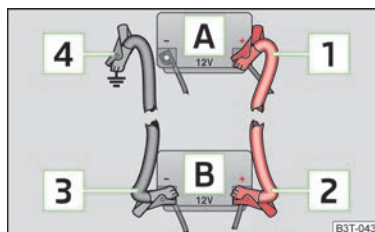

Fig. 178
- Conectar un extremo **1** » fig. 178 al polo positivo de la batería descargada **A**.
- Conectar un extremo **3** » fig. 178 al polo negativo de la batería auxiliar **B**.